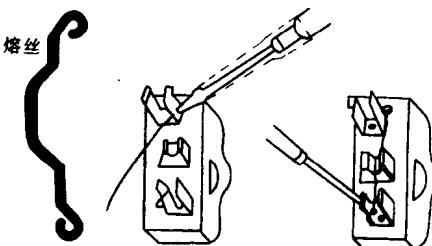

图 1.1.3 熔丝安装图
(3) 在熔断器瓷插盖上安装熔丝。先旋松瓷插盖上的动触头上的螺钉，在螺钉上加一个平垫圈，将选好的熔丝一端按顺时针方向弯过一圈绕在螺钉上，再旋紧螺钉，以保证良好接触。把熔丝顺着槽放入，槽两旁的熔丝应凹下，以防插入时，被瓷底座上的凸背切断。熔丝另一端也按顺时针方向弯过一圈绕在另一动触头的螺钉上，旋紧螺钉。因熔丝质地较软，因此在操作过程中要注意防止压伤或压断熔丝。熔丝安装如图 1.1.3 所示。